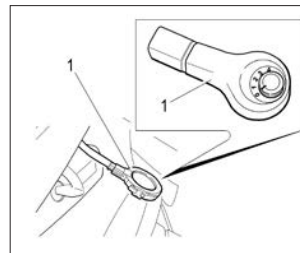

Рис. 34. Датчик дождя и освещенности
Для включения системы очистки необходимо переключатель чувствительности датчика дождя **1** (см. рис. 34), расположенный за зеркалом заднего вида в накладке датчика перевести из положения **0** в любое другое положение от **1** до **4\*\***, а рычаг переключателя стеклоочистителей перевести в положение **III** (прерывистый режим работы). При этом щетки
*В варианном исполнении* автомобили оснащаются совмещенным датчиком дождя и освещенности, который расположен на ветровом стекле за зеркалом заднего вида (рис. 34).